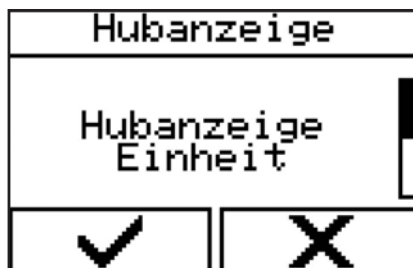

Abbildung 93 - Menü auswählen
1. Menü über „Steuerung“ → „Hubanzeige“ → „Hubanzeige Einheit“ (Abbildung 93) auswählen.